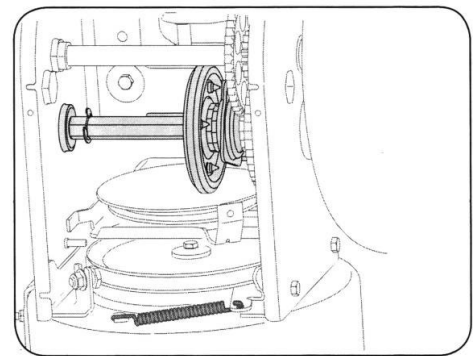

Abb. 11
- 2) Tragen Sie eine dünne Schicht Universalfett auf die Welle auf. Siehe Abbildung 11.